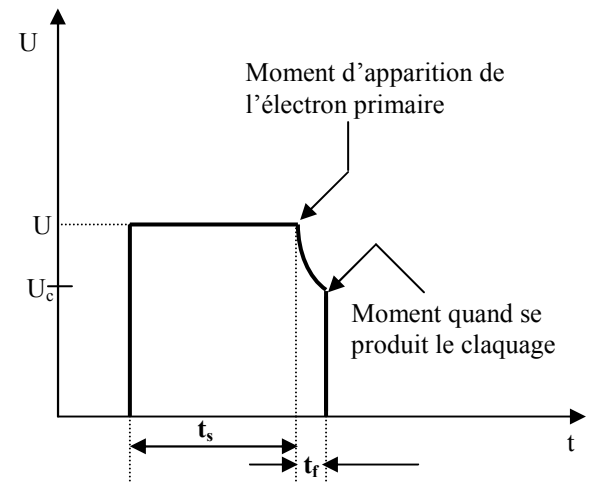

Figure 10
- **Tension de choc** : comme les impulsions sont très brèves (quelques  $\mu s$ ), la probabilité qu'un électron se trouve dans le gaz durant la durée de l'impulsion est faible (Figure 10). Le claquage ne se produit pas forcément même si on applique une tension supérieure à  $U_c$ .